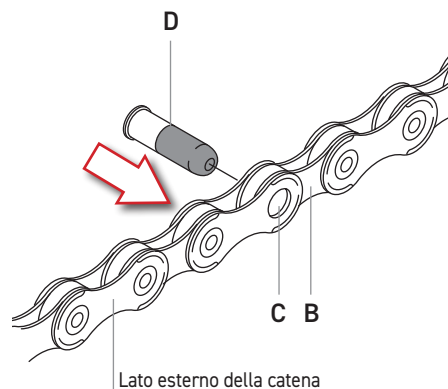

Fig.8
- Positionnez la joue intérieure (B - Fig. 8) dans la joue extérieure (C - Fig. 8), puis insérez la portion de guidage de la bague de liaison (D - Fig. 8) dans le trou du maillon en agissant du côté intérieur de la chaîne vers le côté extérieur.